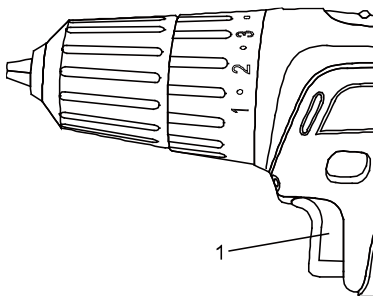

Рис.5
Шуруповерт оснащен кнопкой включения (1) с плавной регулировкой числа оборотов. Медленное вращение происходит при легком нажатии на кнопку и увеличивается при более сильном нажатии (Рис. 5).